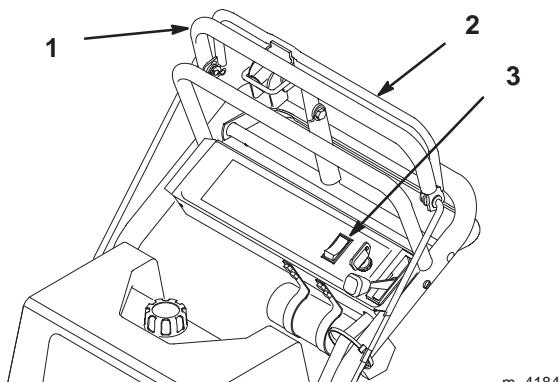

Bild 17
1. Ziehen Sie zum Stoppen der Maschine an der oberen Schaltleiste (Bild 17).
1. Lassen Sie die Schneidwerk-Schaltstange los, um die Schnittmesser auszukuppeln (Bild 17).